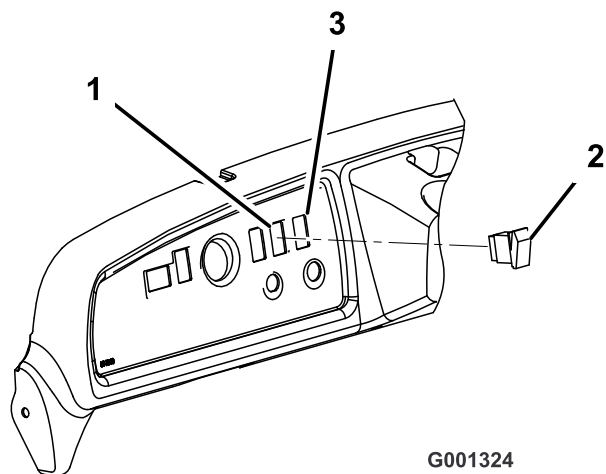

图 7
2. 从转向塔右边、点火钥匙开关上边的仪表板上拆下栓塞 图 7。
5. 按下货斗升降开关的上叶片延伸致动器图 7。
6. 将上叶片对准 12 点钟的位置并将货斗升降开关插入仪表的开口中图 7。